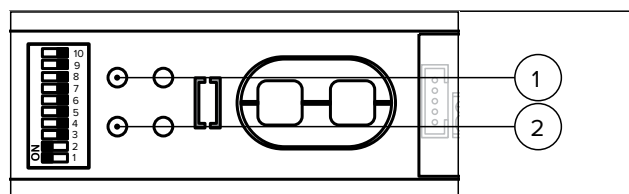

Рис. 28 Начало обучающего цикла программирования
- Светодиод мигает зеленым (рис. 28) (1).
3. Нажмите и удерживайте кромку сброса на приводе не менее 3 секунд (рис. 28) (2).